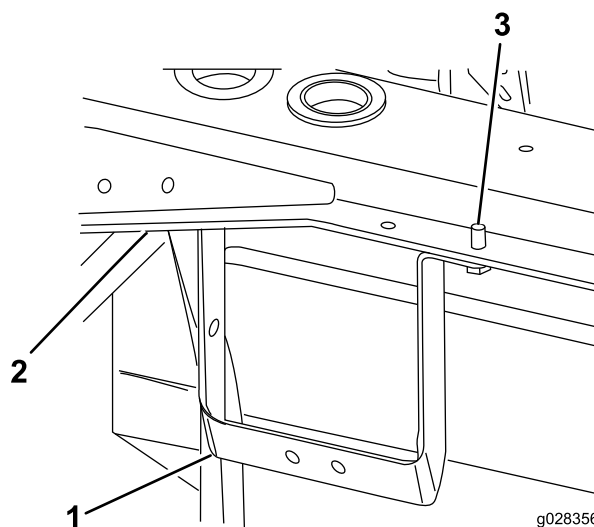

Figura 9
2. Instale o suporte do anteparo no suporte de montagem da estrutura traseira esquerda com 2 parafusos autorroscantes (5/16 pol.) (Figura 9).